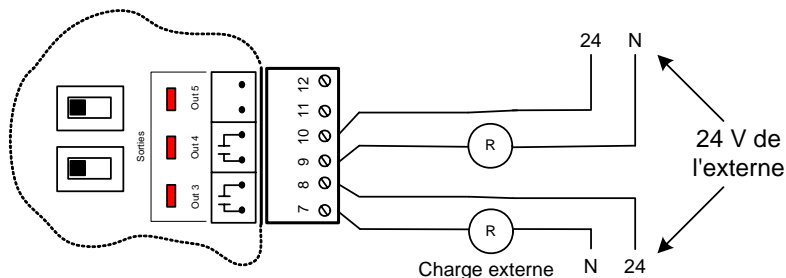

Figure 13: Raccordement des sorties passives 3 et 4
- 2) Sortie passive. Le VC1000 ouvre et ferme un contact pour permettre une source externe à alimenter la charge (voir Figure 13).